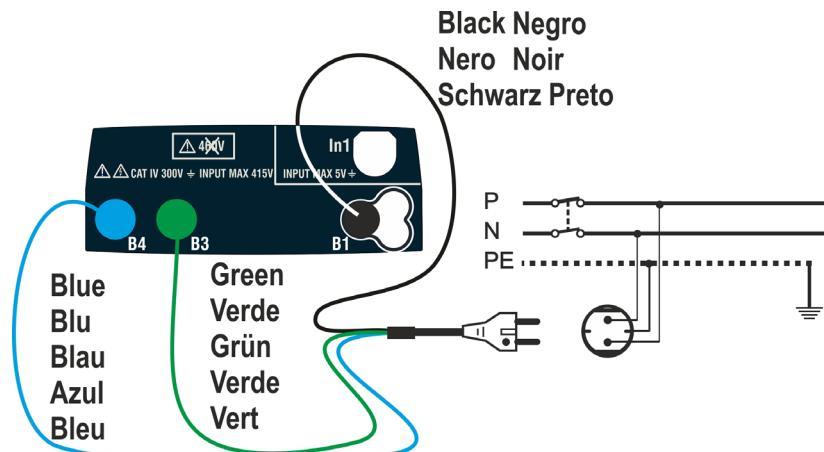
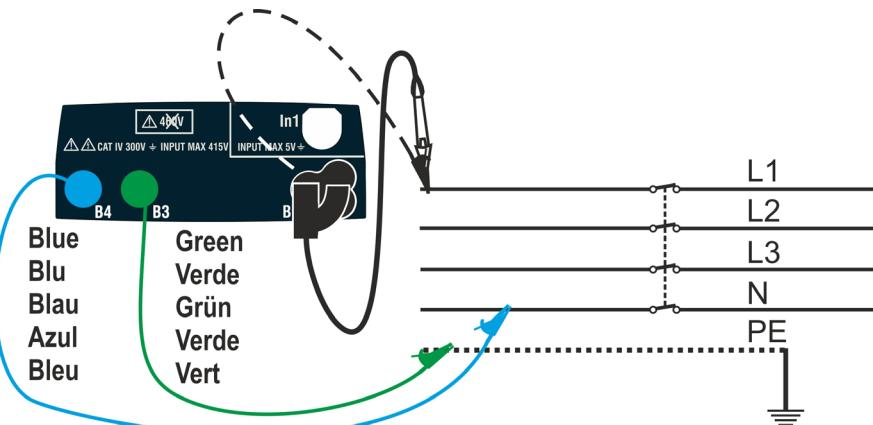

Fig. 8: Ligação do instrumento via cabo com ficha Shuko
Fig. 9: Ligação ao instrumento por cabos simples e cabo remoto
2. Insira os conectores verde, azul e preto da ficha shuko de três pinos nos condutores de entrada correspondentes B1, B3 e B4 do instrumento. Como alternativa, use os cabos individuais e prenda seus clipes de crocodilo nas extremidades livres dos cabos. Também é possível usar o cabo remoto inserindo seu conector multipolar no cabo de entrada B1. Conecte o plugue shuko, garras jacaré ou o cabo de teste remoto à rede elétrica de acordo com Fig. 8 o Fig. 9.